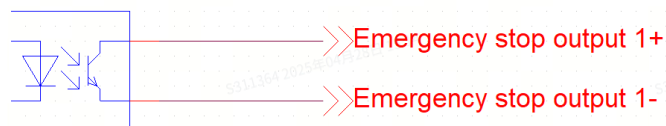

图2-6
- SRC-1X00具有一组独立干接点开关，作为急停输出信号使用，输出信号引脚分布于J2连接器的13/14脚.最大承载电流120mA。急停输出逻辑示意图见“图2-6”。